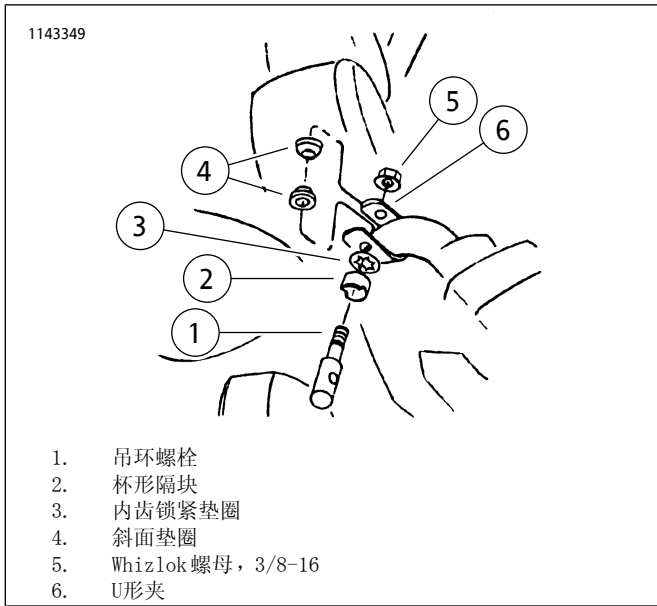

图2。组装“U”形夹
2. 参见图2。将“U”形夹(6)围绕把手的垂直部分放置，“U”形夹的开口侧通常朝前。